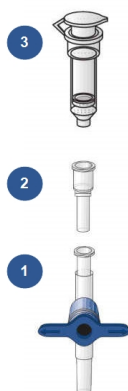

Figure 2. Assemblage des composants du QIAamp DSP DNA Blood Mini Kit pour le traitement des échantillons sous vide.
Veiller à bien assembler la colonne de centrifugation QIAamp Mini, le VacConnector (VC) et la VacValve (voir Figure 2).